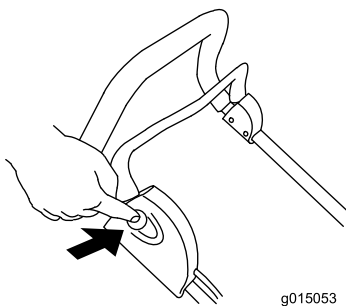

Bild 9
3. Drücken Sie die Taste rechts am Bügel und halten Sie sie gedrückt (Bild 9).